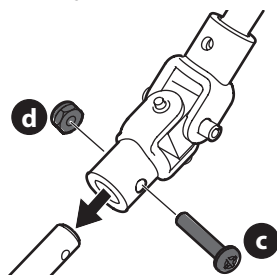

Figura 12
3. Retire el tornillo (c) y la tuerca de seguridad hexagonal (d) de la junta universal (Figura 12).
4. Coloque la junta universal en el extremo de la varilla del canal (Figura 12).
5. Sujete la junta universal con la tuerca de seguridad hexagonal (b) y el tornillo (a) quitados en el Paso 3. (Figura 12).